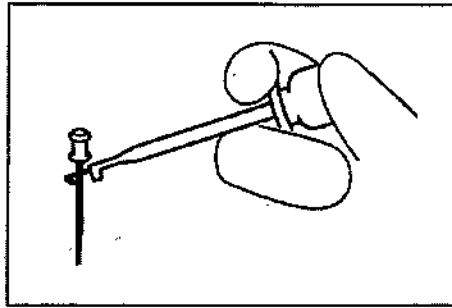

Fig. 5
1. Apriete la lima insertada en el conducto radicular con el clip de lima. Apriete la parte superior (cerca del asa) de la parte metálica de la lima. (Fig. 5).